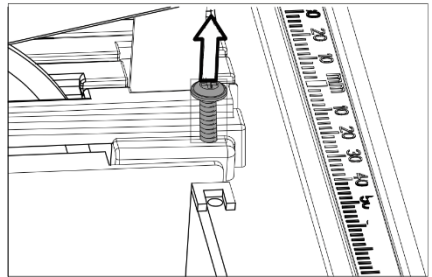

Рисунок 2.2
- Відкрутіть гвинт фіксації внутрішнього захисного кожуха відрізного диска (рисунок 2.2).